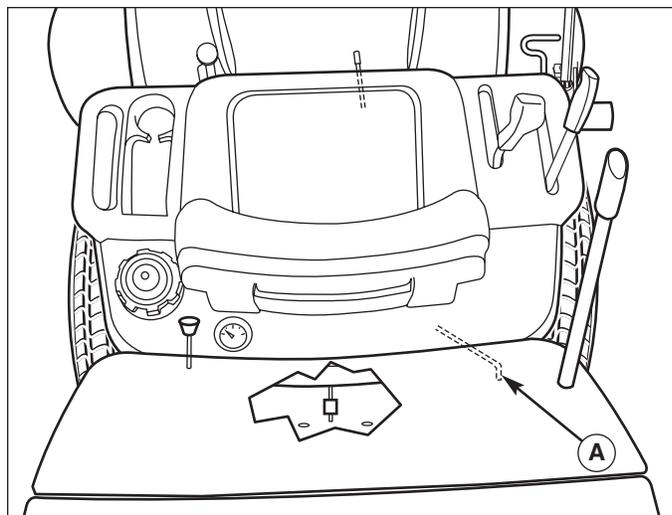

**Figure 32. Réglage de l'embrayage de la PDF**
3. Insérer une jauge d'épaisseur de 2,5 - 4,0 mm (C) dans chaque orifice en plaçant la jauge entre la face du rotor et la face de l'induit (Figure 32).